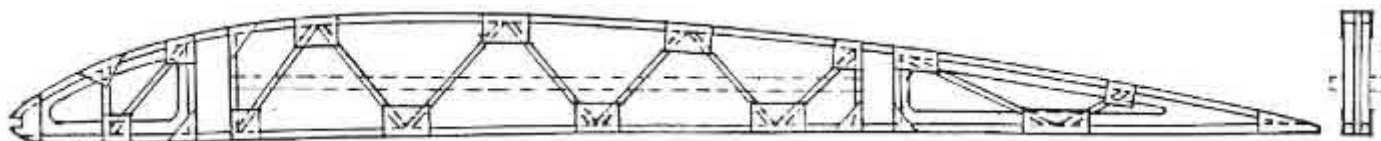

Fig 46
3.2.b) Costillas de compresión: Estas costillas de compresión son las que soportan el esfuerzo de compresión entre el larguero principal y el secundario, y que se encuentran habitualmente entre las "X" de cables o los elementos diagonales de compresión. Es bastante común que estas costillas sean del tipo combinadas, aunque en su construcción prevalezca más el tipo de las armadas. A pesar que hay diversos tipos de costilla de compresión, voy a detallar la construcción de una de ellas (Fig.46), las demás son "variaciones de un mismo tema".